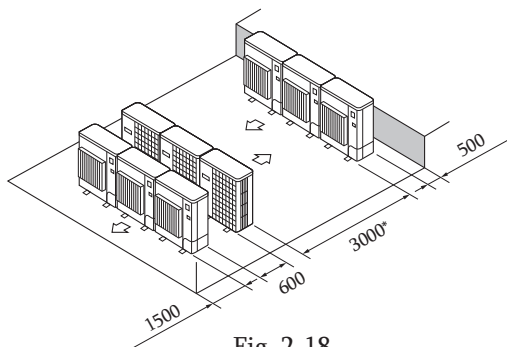

Fig. 2-18
- ⑥ Սարքերի դասավորությունը մի քանի հորիզոնական շարքերով (Fig. 2-18)